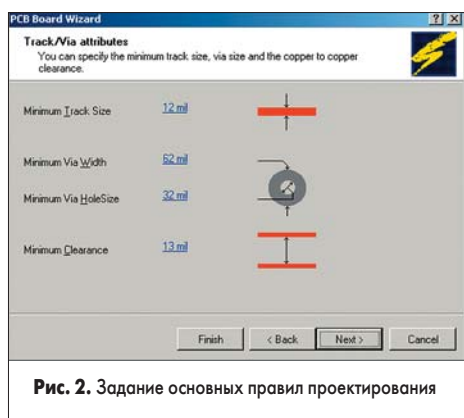

Рис. 2. Задание основных правил проектирования
10. На следующем шаге от нас требуется задать минимально допустимые размеры объектов на печатной плате, которые будут преобразованы мастером в правила проектирования (рис. 2). Здесь задаются минимально допустимые: ширина проводника (Track Size), диаметр площадки переходного отверстия (Via Width), диаметр переходного отверстия (Via Hole Size) и зазор между проводниками (Clearance). Для простоты, оставим эти значения заданными по умолчанию. Нажмем кнопку Next.